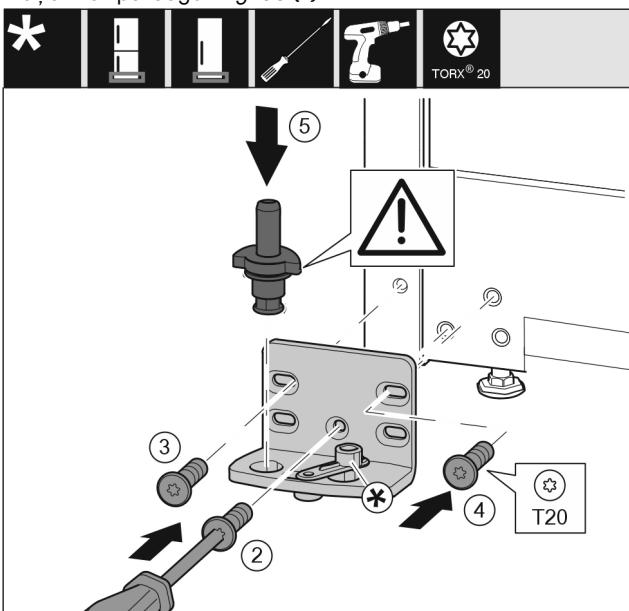

Fig. 36
- Pielieci gultņa balstu otrajā pusē un pieskrūvējiet ar skrūvgriezi T20. Sāciet apakšā pa vidu ar skrūvi 2. Fig. 36 (2)
- Pieskrūvējiet skrūvi 3 un 4. Fig. 36 (3,4)
- levietojet pilnīgi gultņa tapu. Uzmaniet, lai aiztura izcilnis būtu vērsts virzienā uz aizmuguri. Fig. 36 (5)
- Pielieci gultņa balstu otrajā pusē un pieskrūvējiet ar skrūvgriezi T20. Sāciet apakšā pa vidu ar skrūvi 2. (2)
- Pagrieziet durvju amortizatora savienojumu par 180°. Pieskrūvējiet ar skrūvgriezi T20 gultņa balsta otrajā pusē. (5)
- levietojet pilnīgi gultņa tapu. Uzmaniet, lai aiztura izcilnis būtu vērsts virzienā uz aizmuguri. (6)